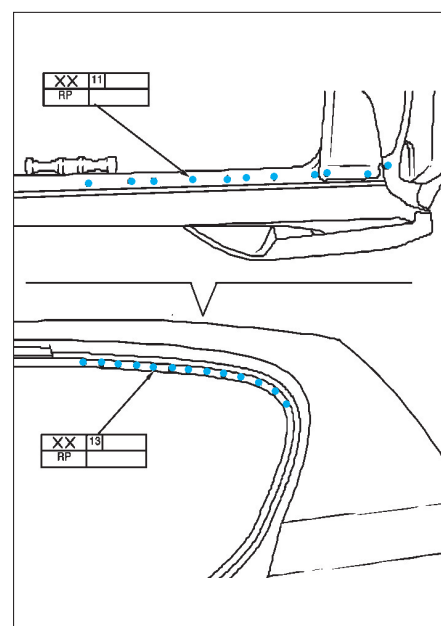

FIG. 149
- Souder par point le panneau latéral supérieur (fig. 149).